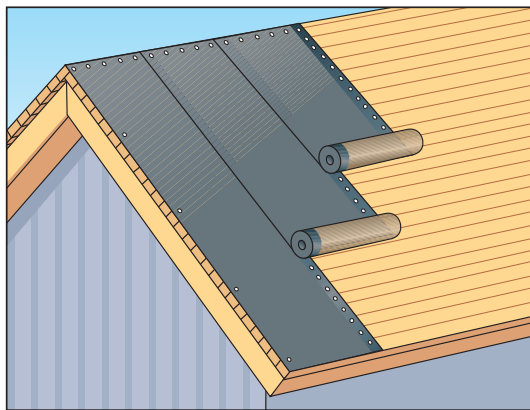
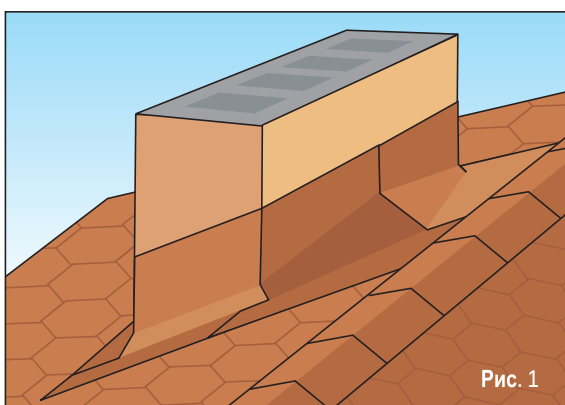

Рис. 16
Рис. 1
- Подкладочный ковер раскатывается параллельно или под прямым углом (при уклоне кровли от 180С) к карнизному свесу с нахлестом не менее 10 см. (Рис. 1а и Рис. 16).
Рис. 1а
- Чтобы вода не скапливалась позади дымохода, рекомендуется в настиле крыши создать противонаклон в ее верхней части. (Рис. 1).